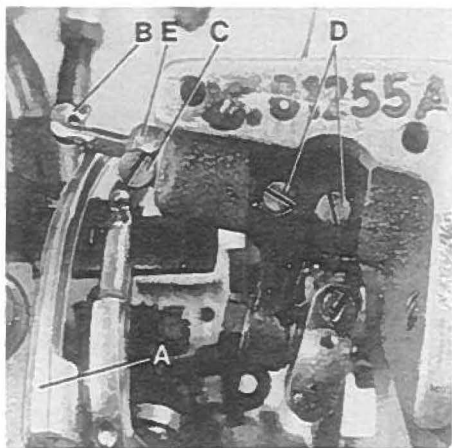

Fig.11
Viewed from the left end of the machine the thread retainer (B, Fig. 11) should pass as close as possible on the left side of lower looper (A) when swinging upward without contacting it.
Vom linken Ende der Maschine aus gesehen soll der Fadenholer (B, Fig. 11) bei seinem Schwenk nach oben, so dicht wie möglich an der linken Seite des Untergreifers (A) vorbeigehen, ohne diesen zu berühren.
After loosening screw (C, Fig. 11) the thread retainer (B) can be moved to the left or right. Retighten screw on the flat of the thread retainer shank.
Nach lösen der Schraube (C, Fig. 11) kann der Fadenholer (B) nach links oder rechts verschoben werden. Ziehen Sie die Schraube wieder auf der Befestigungsfläche des Fadenholers an.